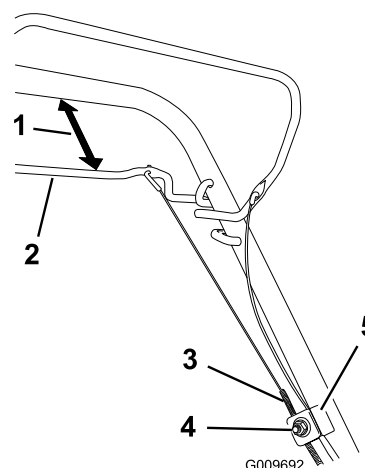

Figura 27
1. Allentare il dado del supporto cavo (Figura 27).
2. Mantenete la barra della trazione automatica a una distanza compresa tra 25 e 38 mm dalla stegola (Figura 27).
3. Abbassare la guaina del cavo (verso il tosaerba) fino a tendere il cavo (Figura 27).